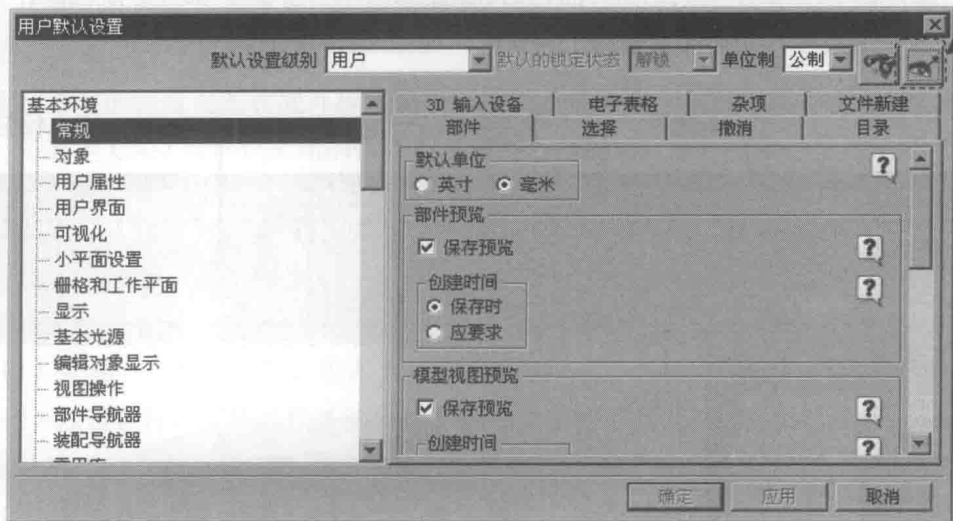
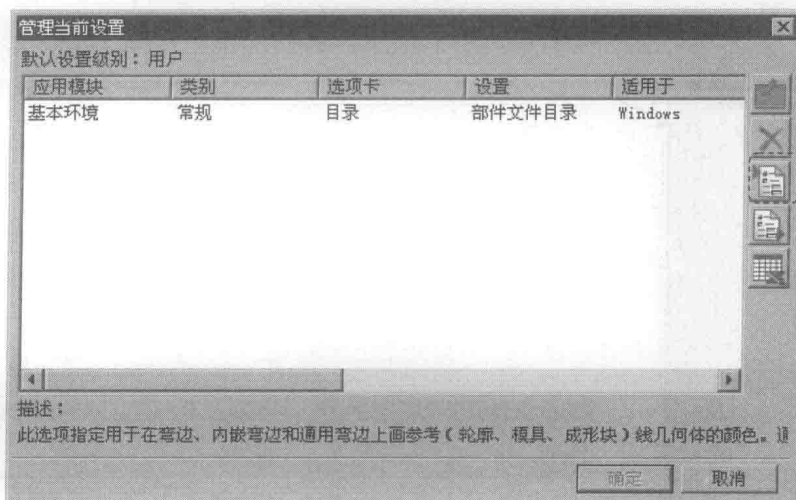
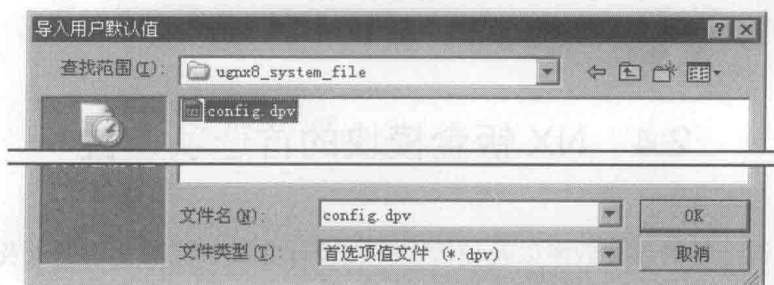

图 2.2.1 “用户默认设置”对话框
图 2.2.2 “管理当前设置”对话框
图 2.2.3 “导入用户默认值”对话框
Step1. 选择下拉菜单 **文件(F)** → **实用工具(U)** → **用户默认设置(U)...** 命令,系统弹出“用户默认设置”对话框,如图 2.2.1 所示。
Step2. 单击对话框右上角的  按钮 (图 2.2.1), 系统弹出“管理当前设置”对话框,如图 2.2.2 所示。
Step3. 单击对话框右侧的  按钮 (图 2.2.2), 系统弹出图 2.2.3 所示的“导入用户默认值”对话框。找到文件 D:\ugdc8.4\ugnx8_system_file\config.dpv, 单击  按钮。